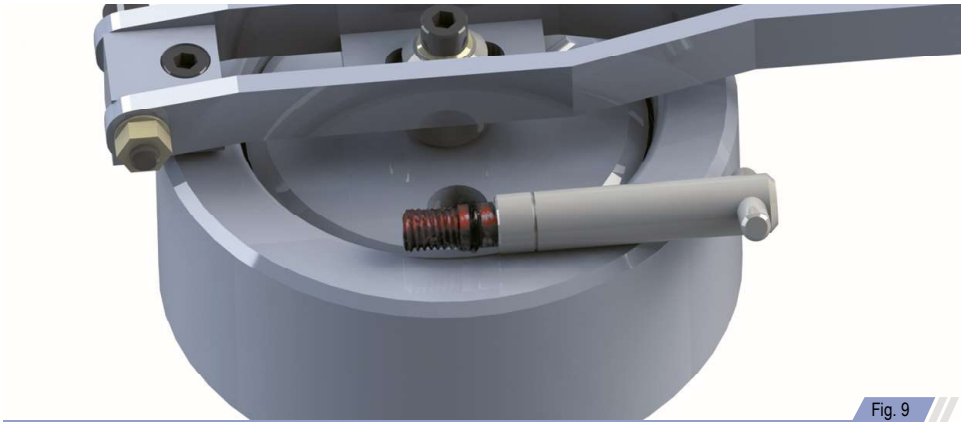

Fig. 9
g. Verificar el óptimo estado del O’ring del tornillo de advertencia de presión. En caso de notar deterioro cambiarlo con precaución, evitando que sufra daños al pasar por la zona roscada. Engrasar abundantemente la zona de rosca y el O ring. Ver fig. 9.